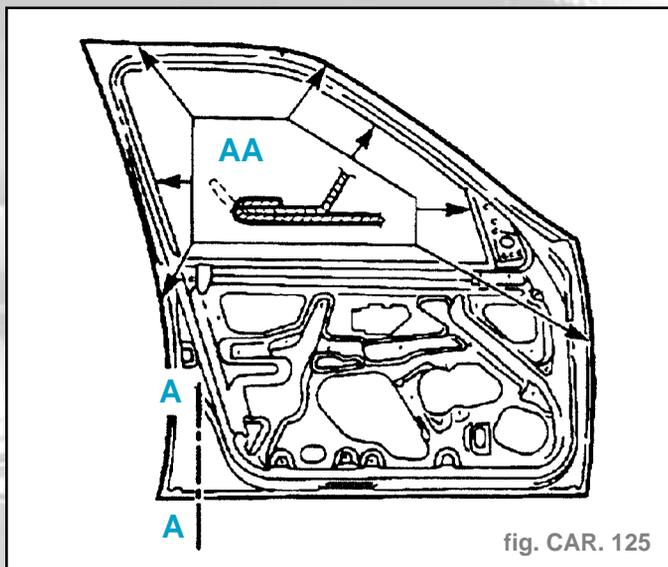

fig. CAR. 125
- Sertir le panneau (fig. CAR. 125).